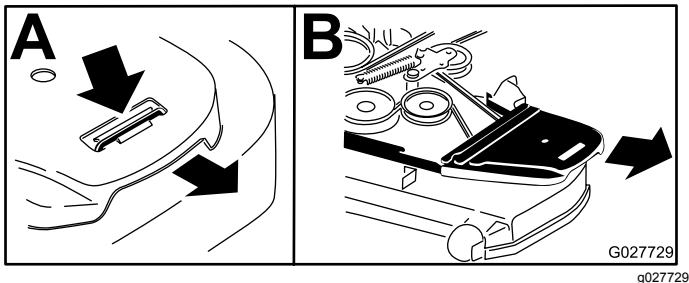

Figura 72
5. Togliete il paracinghia in plastica (Figura 72).
6. Togliete i copricinghia (**Figura 72**).